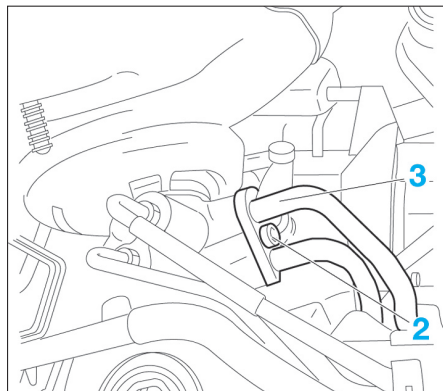

Fig. 21
- Déposer la vis (2) (Fig.21).